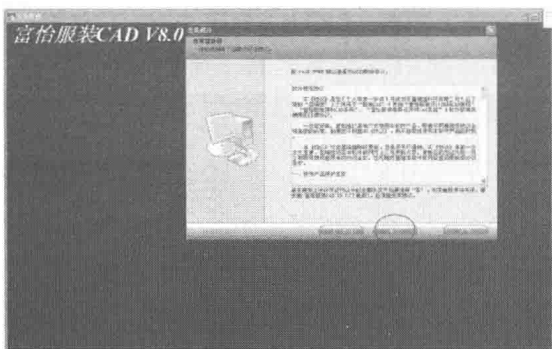

图 2-1
- (1) 安装前最好关闭所有前台运行的应用程序,以防软件冲突。
- (2) 将富怡 V8 安装光盘插入光驱,或打开富怡 V8 本地安装目录。
- (3) 双击 , 弹出图 2-1 所示的对话框。